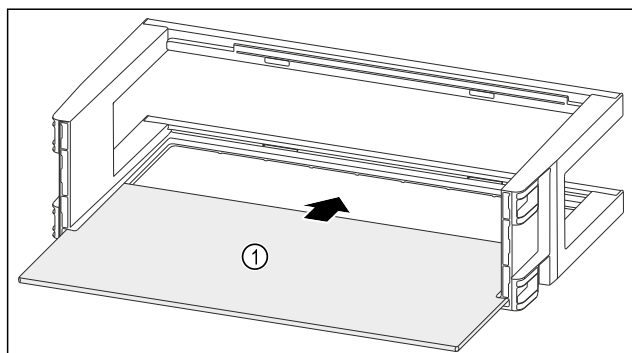

Fig. 117
- Draagplateau Fig. 117 (1) in de zijdelingse inkepingen schuiven.